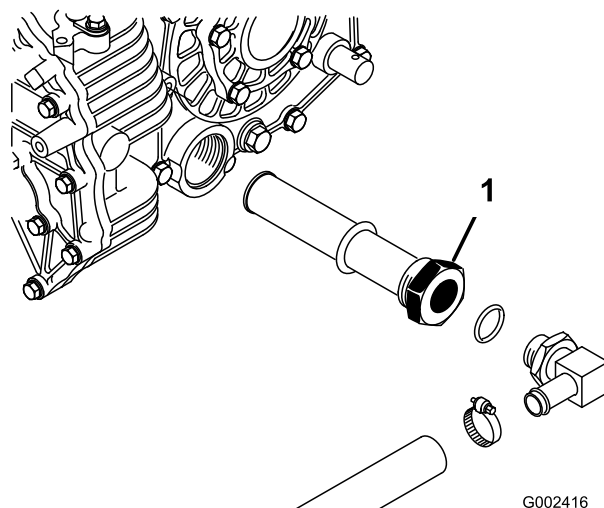

図 73
3. タンク側面のストレーナについている油圧ホースと90°フィッティングの向きを確認記憶する(図 73)。